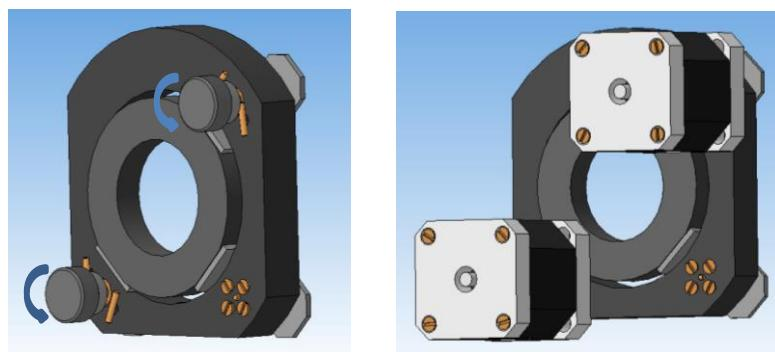

Рисунок 17. Оптические оправы с ручными и автоматическими регулировками.
**Оправы** предназначены для фиксации оптических элементов и углового позиционирования в пространстве в зависимости от предусмотренных степеней свободы. Так, например, оправа, приведенная на рис.17, позволяет заклонять зажатый ее подвижную часть элемент в двух плоскостях путем вращения микрометрических винтов. Во многих серийно изготавливаемых оправах предусмотрена возможность замены ручек микрометрических винтов на шаговые двигатели (Рис.17).